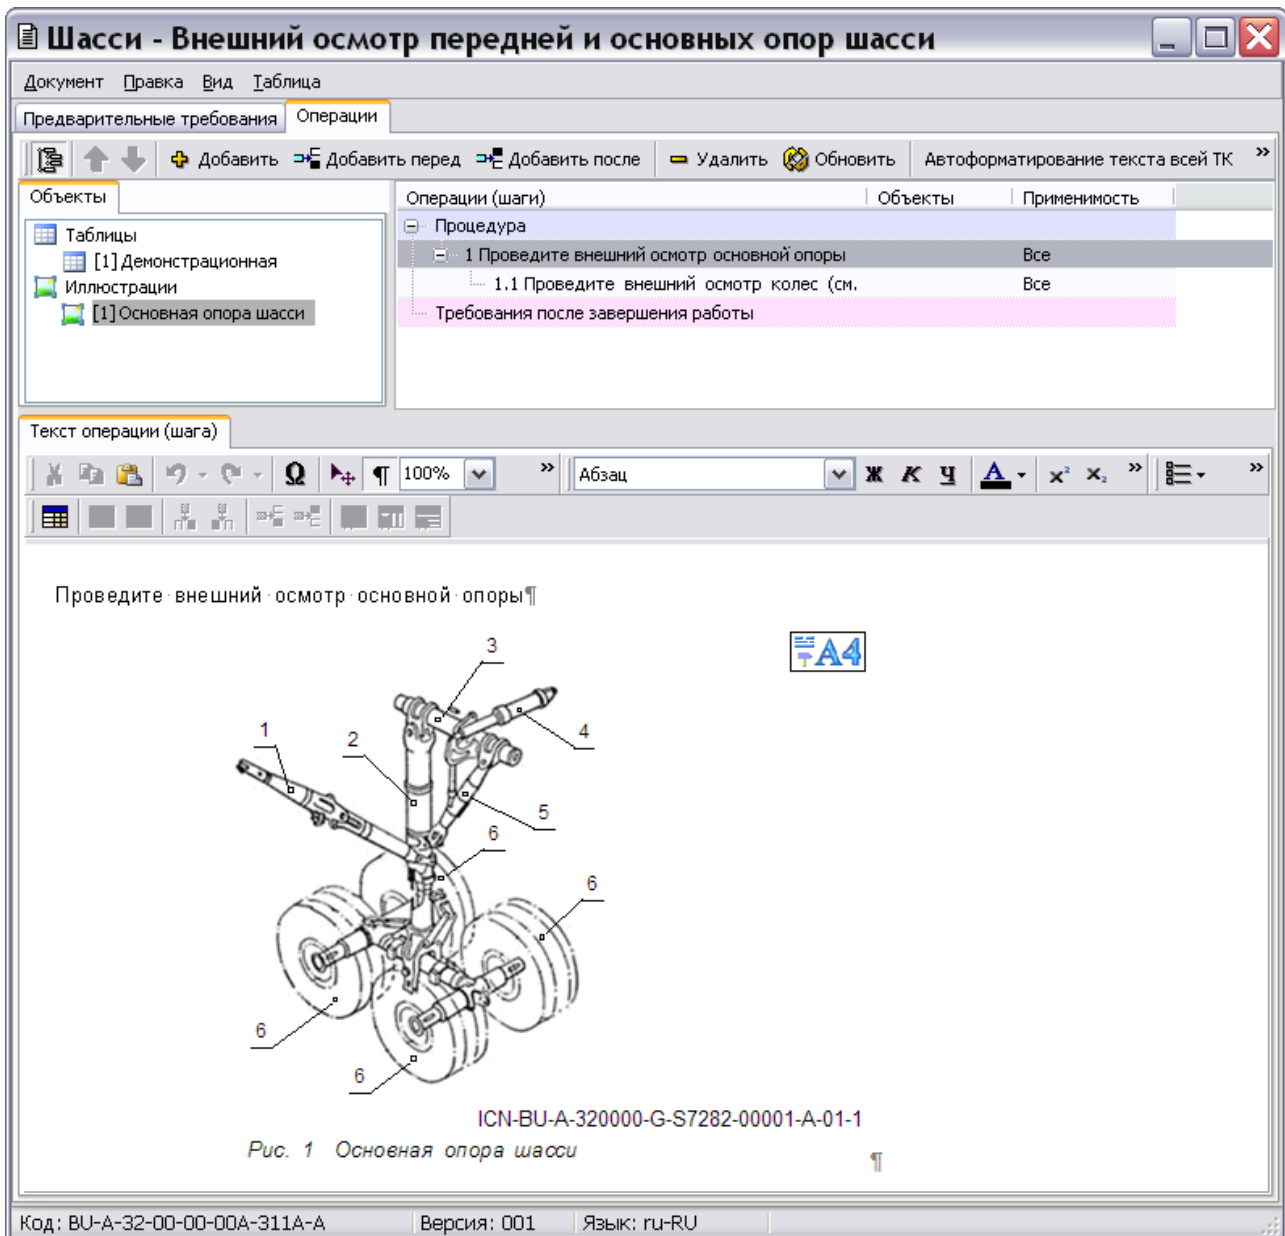

Рис. 7.59
5. Выйдите из окна создания иллюстраций. После этого иллюстрация появится в документе (Рис. 7.59).
6. На вкладке **Объекты** в левой части верхнего окна в списке иллюстраций появилось название созданной иллюстрации «Основная опора шасси» (Рис. 7.59).